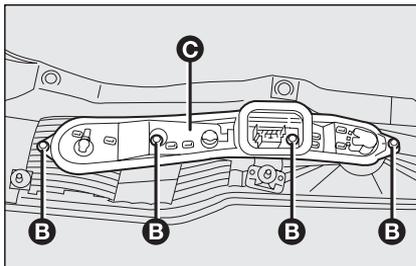

fig. 33
- svitare le quattro viti **B**-fig. 33 dalle rispettive sedi;